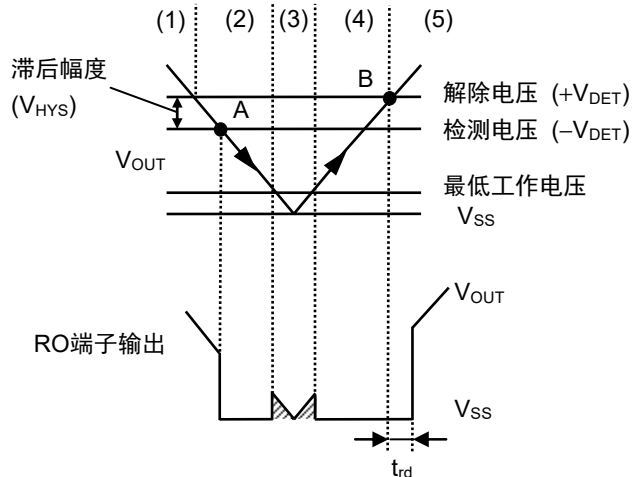

图38 检测器部分的时序图
- (1) 当稳压器的输出电压 (V_{OUT}) 大于或等于检测器的解除电压 ($+V_{DET}$) 时, N沟道晶体管 (N1, N2) 变为关, 向RO端子输出 "H"。此时, P沟道晶体管 (P1) 为开状态, 向比较器 (C1) 的输入电压为 $\frac{R_B \cdot V_{OUT}}{R_A + R_B}$ 。
- (2) 即使 V_{OUT} 降低到小于或等于 $+V_{DET}$ 时, 只要高于或等于检测电压 ($-V_{DET}$), 就能向RO端子输出 "H"。若 V_{OUT} 降低到小于或等于 $-V_{DET}$ (图38的A点) 时, 通过C1控制的N1变为开, C_{DLY} 被放电。同时, 由延迟电路控制的N2变为开, 向RO端子输出 "L"。此时, P1变为关, 向C1的输入电压为 $\frac{R_B \cdot V_{OUT}}{R_A + R_B + R_C}$ 。
- (3) 若 V_{OUT} 进一步下降到小于或等于最低工作电压时, RO端子的输出变得不稳定。若RO端子上被上拉时, 输出 "H"。
- (4) 若 V_{OUT} 上升到大于或等于最低工作电压时, 向RO端子输出 "L"。此外, 在 V_{OUT} 大于 $-V_{DET}$ 且小于 $+V_{DET}$ 的情况下, 输出为 "L"。
- (5) 再继续使 V_{OUT} 上升, 若上升到大于或等于 $+V_{DET}$ (图38的B点) 时, N1变为关, C_{DLY} 被充电。如 V_{DLY} 为阈值电压 (1.25 V (典型值)), 则由延迟电路控制的N2变为关, 向RO端子输出 "H"。